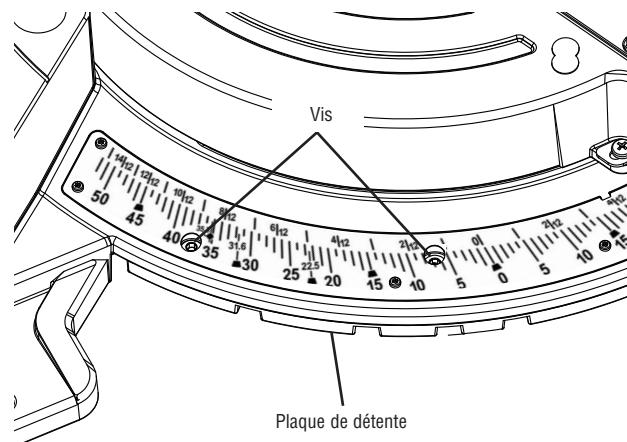

Figure 18
- Localisez quatre trous ronds dans la plaque de l'échelle d'onglet. Il y a une vis dans chaque trou. Utilisez la petite extrémité de la clé hexagonale de 6/4 mm ou d'un clé hexagonale de 4 mm pour desserrer toutes les quatre vis d'un à deux tours. Ceci desserrera la plaque de détente d'onglet (voir Figure 18).